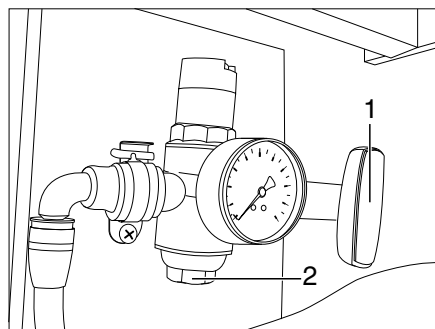

Fig. 170 Réducteur de pression (robinet d'arrêt principal fermé)
- Fermer le verre-regard (Fig. 170,2) du réducteur de pression.
- Fermer le robinet d'arrêt principal du réducteur de pression (Fig. 170,1).
- Ouvrir le robinet d'arrêt principal du réducteur de pression (Fig. 170,1).